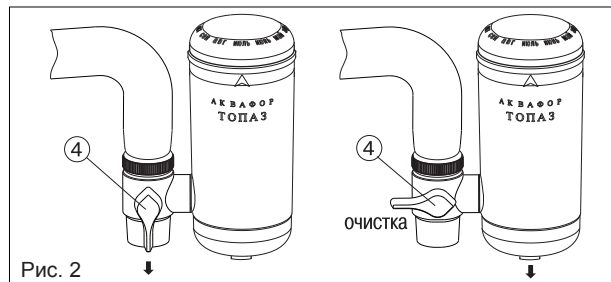

Рис. 2
- установите ручку (4) в положение «очистка» (рис. 2);